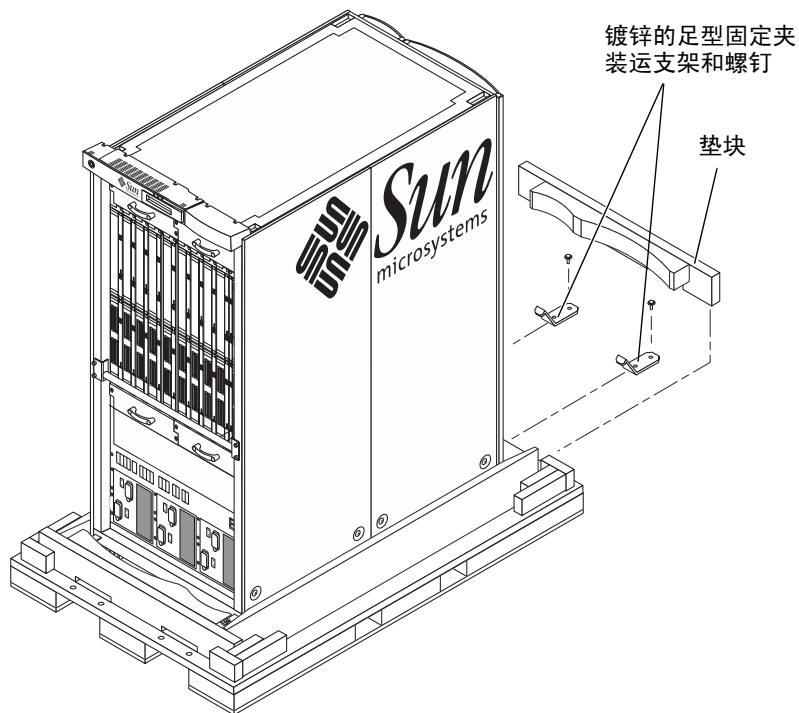

图 6-4 装运托台上的机柜
d. 找到两个镀锌的足型固定夹装运支架和四个螺钉（图 6-4）。